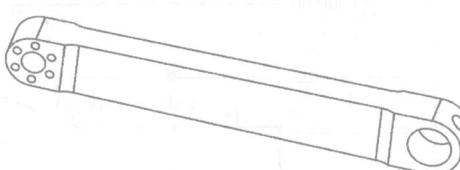

图 7-23
② 点击【Regenerate(再生)】按钮 , 完成修改如图 7-23。